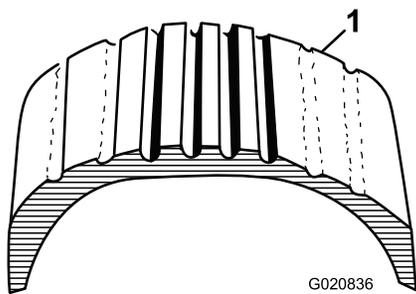
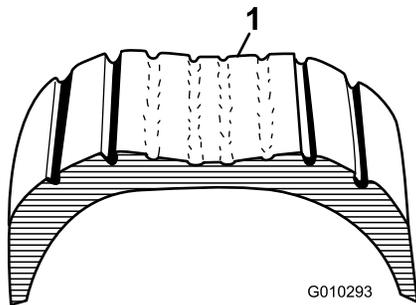

Figure 59
Figure 60
1. Vérifiez visuellement l'état et l'usure des pneus (Figure 59 et Figure 60).